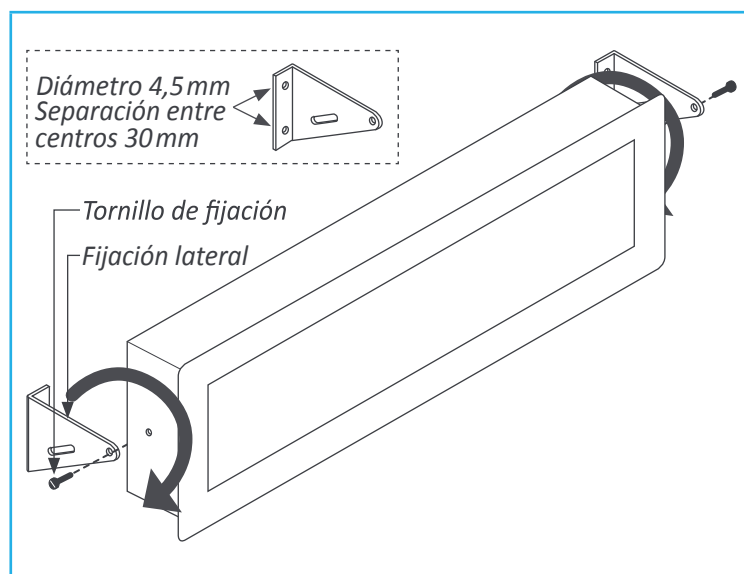

Figura 12 - Montaje contra pared
- Montaje contra pared. Montar las fijaciones laterales contra la pared, orientadas tal y como se indica en la figura (ver Figura 12). Cada fijación dispone de 2 agujeros de diámetro 4,5 mm y separación entre centros de 30 mm. Una vez aseguradas las fijaciones a la pared, colocar el instrumento y apretar los tornillos de fijación de forma suave. Inclinar el instrumento hasta obtener el ángulo de visión deseado y apretar definitivamente los tornillos de fijación.